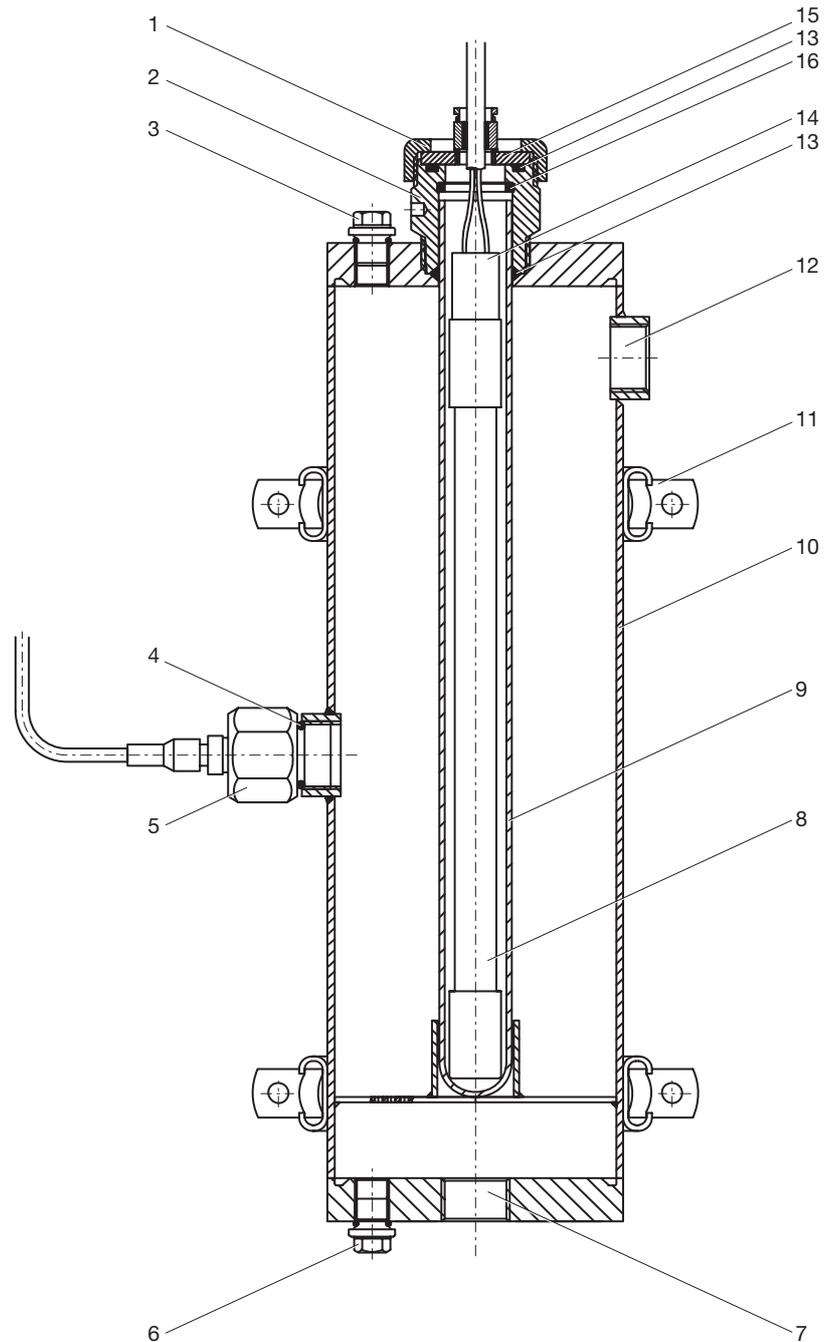

Fig. 7 : Structure de la chambre d'irradiation
- Vérifier si la bague en Téflon est positionnée dans la rainure du support du tube de protection (voir fig. 7) ! Dans le cas contraire, faire glisser la bague en Téflon sur le support du tube de protection et positionner dans la rainure prévue.